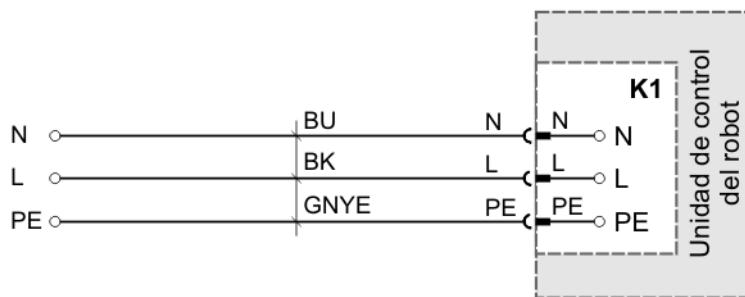

Fig. 8-6: Conexión a la red
3. Conectar la unidad de control del robot a la red de abastecimiento con el punto de estrella puesto a tierra conforme a (>>> Fig. 8-6).
- azul claro (BU) al cable neutral de la red de abastecimiento
- negro (BK) al cable de tensión de la red de abastecimiento